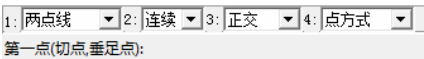

图 4-125 直线立即菜单选项
2) 选择下拉菜单“绘图”→“直线”命令，或者单击“绘图工具”工具栏上的“直线”按钮，设置立即菜单选项为“连续”和“正交”，如图 4-125 所示。